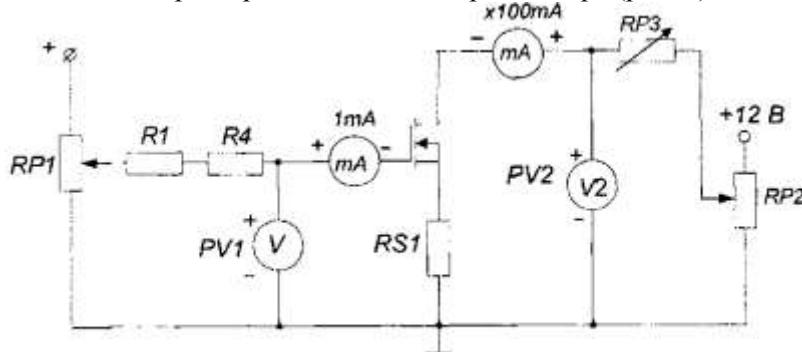

Рис.2 Схема для снятия стоко-затворной характеристики полевого транзистора
- Собрать схему для снятия характеристик полевого транзистора (рис. 2).
2) Снять стокозатворную характеристику  $I_C = f(U_{ЗИ})$  при постоянном напряжении на стоке  $U_C$ , используя схему на рис. 2. Экспериментальные точки записывать в таблицу и наносить на график. Изменяя напряжение на затворе от нуля до максимального значения при помощи потенциометра RP1, снять стокозатворную характеристику при  $RP_3=150$ ,  $RP_2=3,5$ ). При снятии характеристики убедитесь, что ток затвора  $I_Z$  мал. На начальном участке характеристики точки снимать чаще.